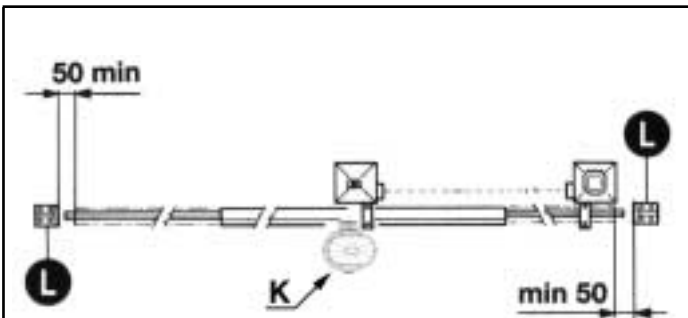
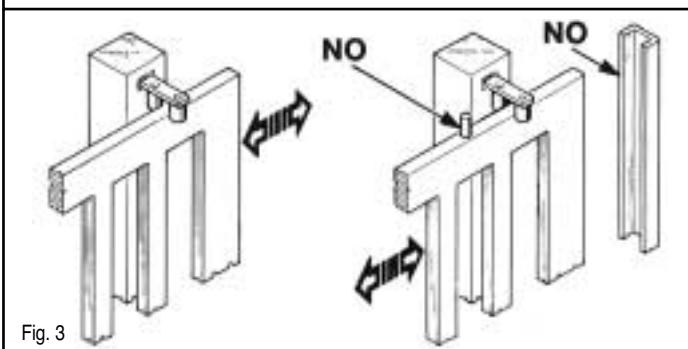

Fig. 2
Fig. 3
È necessario che la guida abbia alle sue estremità due fermi meccanici (L) (Fig. 2). Inoltre, le colonne devono avere superiormente delle guide antideragliamento (Fig. 3).
The guide needs to have two mechanical stops (L) of the type indicated at its ends (Fig. 2).
In addition, the columns must have anti-derailment guides at the top (Fig. 3).
The gate must be protected against unintentional derailment and must move without frictions. **N.B.** Eliminate the mechanical stops of the type indicated in Fig. 3.
**N.B.:** Il est obligatoire d'adapter les caracteristiques du portail aux normes et lois en vigueur. Il est nécessaire que le guidage ait à ses extrémités deux arrêts mécaniques (L) du type indiqué (Fig. 2). En plus, les colonnes doivent avoir dans la partie supérieure des guides antidéraillement. Eliminer les arrêts mécaniques du type décrit (Fig. 3). Le portail doit être protégé contre des décrochages involontaires et doit pouvoir manoeuvrer sans effort. Ces arrêts mécaniques ne doivent pas être présents au-dessus du portail, car ils ne son pas suffisamment sûrs.
**ACHTUNG:** Mann ist verpflichtet die Eigenschaften des Gittertores zu die Gesetznormen in Einklang zu bringen. Die Führungsschiene muß an beiden Enden mechanische Sperrunger (L) haben, wie in der Abbildung dargestellt ist (Fig. 2). Darüberhinaus Mußen die Säulen über Entgleisungsschutzvorrichtungen verfügen (Fig. 3). Das Gitter soll gegen unvorgesehenes Entkuppeln geschützt sein und ohne reibung nicht bewegen. Bitte beachten Sie: Entfernen Sie die beschriebenen mechanischen Sperrungen. Über das Gittertor dürfen sich keine mechanischen Sperrungen befinden, da diese nicht sicher genug sind.